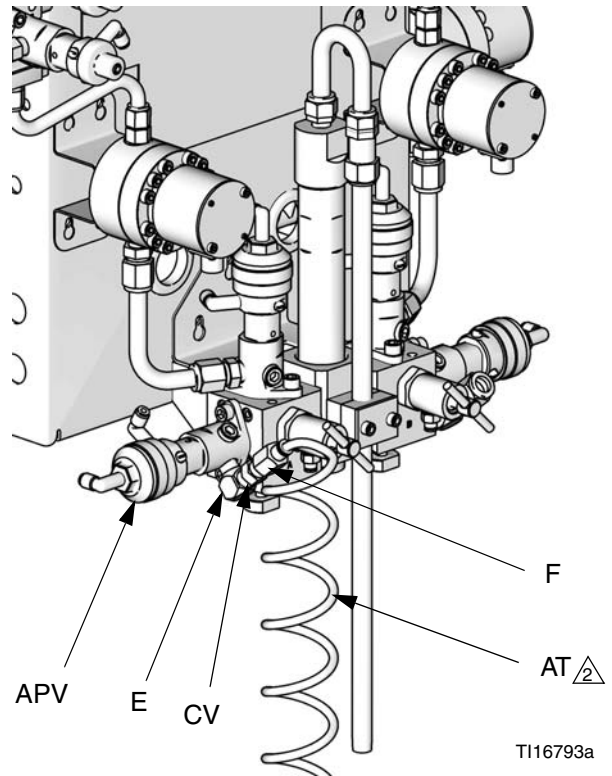

FIG. 9: Tubo de suministro de aire de purga y válvula de retención
- Consulte FIG. 9. Instale el codo (E), la válvula de retención (CV) y el accesorio del tubo (F) provistos en la entrada de la válvula de purga de aire (APV). Use la tubería de aire de purga de 7,6 m (25 pies), 6 mm (1/4 pulg.) de D.E. (AT, provista) para conectar un suministro de aire limpio y seco en el accesorio (F), en la entrada de la válvula de purga de aire. Instale filtros/secadores según sea necesario.
- La tubería de aire de purga debe ser un suministro de aire separado, conectado a la válvula de retención (CV). No conecte la tubería de purga de aire al suministro principal de aire de la unidad o al colector de aire.